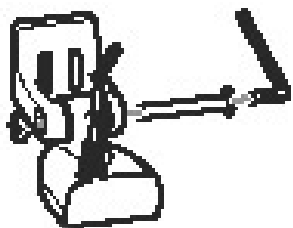

Рис. 19
3. Вставьте пивотный болт в собранный узел для удерживания позиции и наживите гайку, **НО пока не затягивайте** (Рисунок 19).